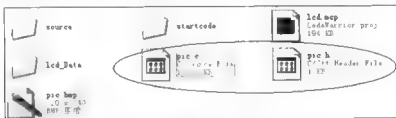

图 13-29 生成的 `pic.h` 和 `pic.c` 文件
(3) 单击“转换”按钮，即可在 `pic.bmp` 所在文件夹下生成对应的 C 语言数组文件 `pic.h` 和 `pic.c` 文件，如图 13-29 所示。